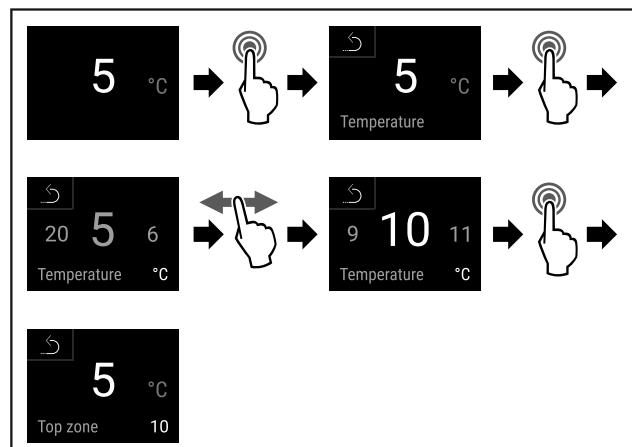

Fig. 67
▶ Выполните шаги действия (см. Fig. 67).